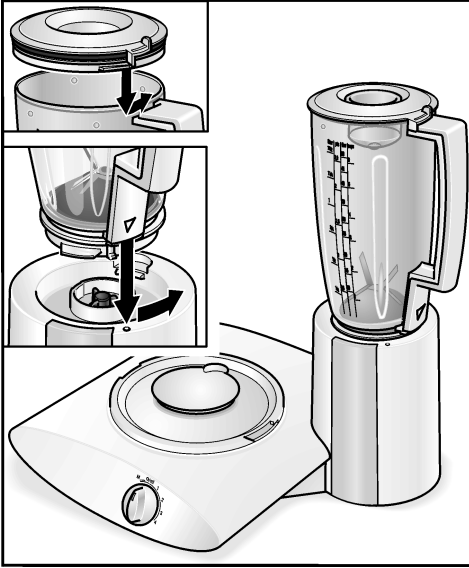

Figure 13
- Placez le bol mixeur avec couvercle sur le mécanisme à haute vitesse de la base. Tenez compte du repère sur l'appareil et sur le mixeur. Puis tournez le bol en sens inverse des aiguilles d'une montre tout en appuyant légèrement jusqu'à ce que le bol soit fermement en assise (voir figure 13).